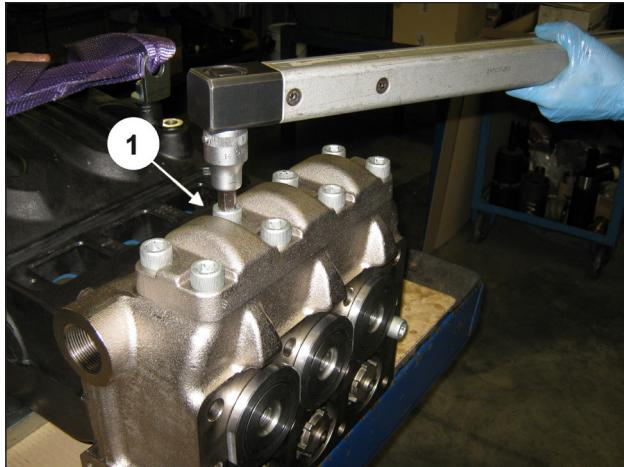
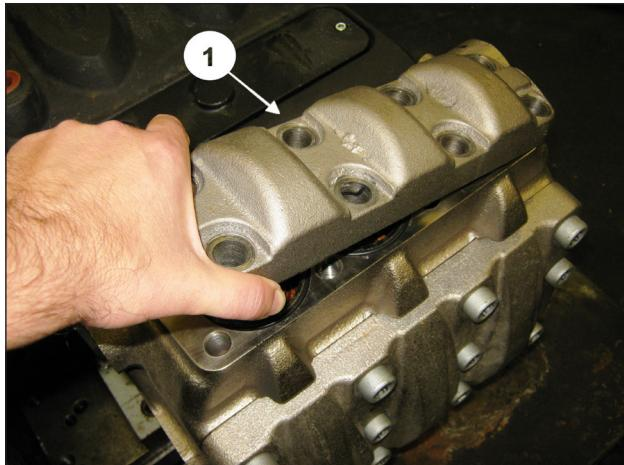

图 100
图 101
拧松排出阀盖的8个M16x45螺栓（①，图 100）并拆除阀盖（①，图 101）。